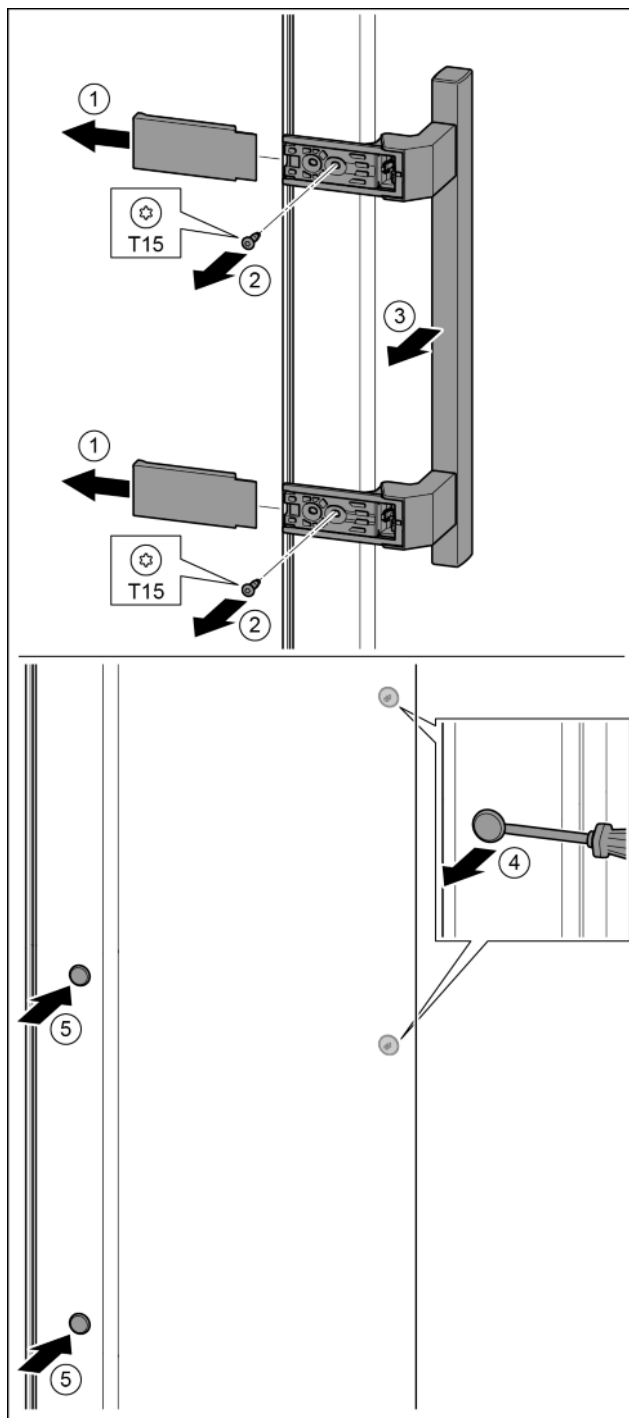

Fig. 33
- Húzza le a fedelet. Fig. 33 (1)
- T15 csavarhúzóval tekerje ki a csavarokat. Fig. 33 (2)
- Vegye le a fogantyút. Fig. 33 (3)
- Az oldalsó dugókat egy csavarhúzóval óvatosan emelje meg és húzza ki. Fig. 33 (4)
- A dugókat helyezze be a másik oldalon. Fig. 33 (5)